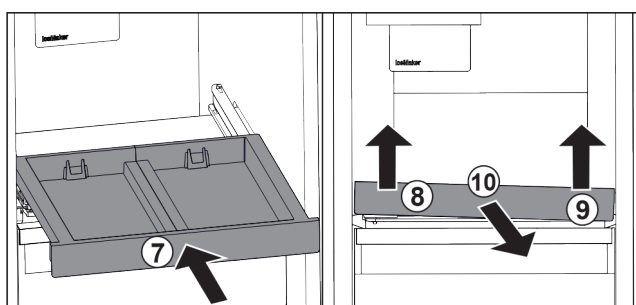

Fig. 35
- Auszugsbord einschieben. Fig. 35 (7)
- Auszugsbord vorne links anheben. Fig. 35 (8)
- Auszugsbord vorne rechts anheben. Fig. 35 (9)
- Auszugsbord nach vorne entnehmen. Fig. 35 (10)